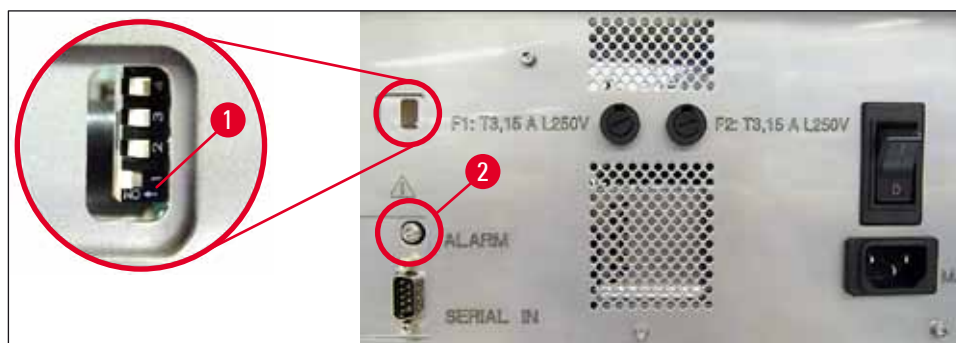

Fig. 44
- » Hvis du vil deaktivere signalgiveren, trykker du på bryteren helt nederst (→ "Fig. 44-1") til høyre (→ "Fig. 44").